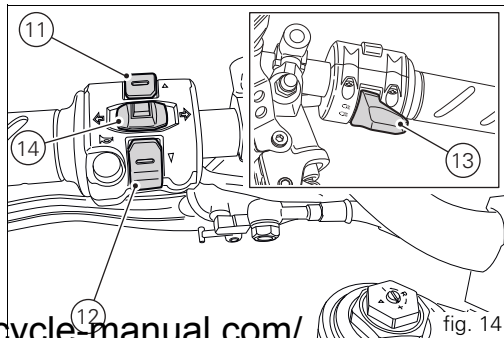

fig. 14
11) CONTROL SWITCH (fig. 14)
12) CONTROL SWITCH (fig. 14)
13) HIGH-BEAM FLASH BUTTON FLASH (fig. 14)
14) TURN INDICATORS CANCEL BUTTON (fig. 14)